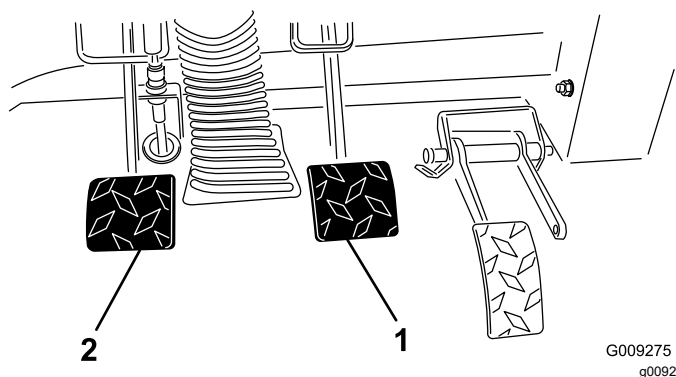

Figure 55
- Soulevez la pédale de frein (Figure 55) jusqu'à ce qu'elle touche le cadre.